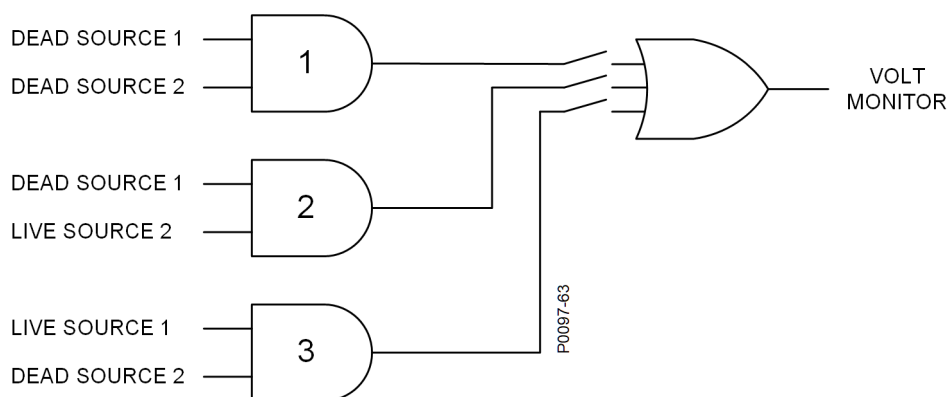

Figura 17-1. Lógica del monitor de tensión
La lógica del Monitor de tensión se ilustra en la Figura 17-1. Se puede seleccionar cualquier combinación de configuración lógica para la lógica del Monitor de tensión en la pantalla de ajustes Verificación de sincronización (25), en *BESTCOMSPlus*. Cuando se selecciona una combinación de la lógica, el elemento verificación de sincronización cierra el interruptor respectivo en la Figura 17-1 relacionado con cada una de las salidas.